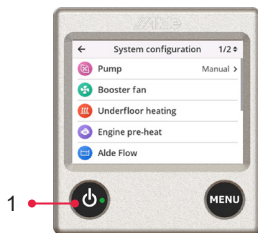

Fig. 3, 1 zon
1. Starta värmesystemet genom att trycka på On-/ offknappen på Manöverpanelen (Fig. 3, punkt 1). När värmesystemet och manöverpanelen är på lyser en grön diod på On-/ offknappen.
- Bläddra igenom "System configuration", aktivera monterade tillbehör/funktioner genom att gå in på respektive meny. (Fig. 3)